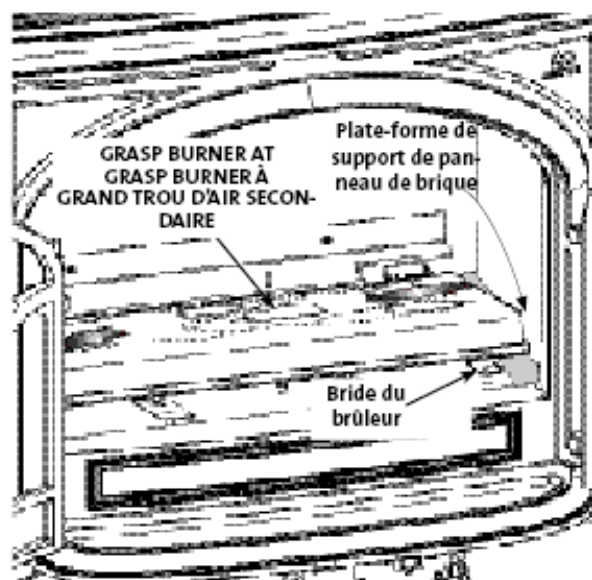

Figure 27. Tirez l'ensemble de brûleur vers l'avant, puis soulevez-le pour le retirer des orifices de brûleur.
5. Soulevez du plancher de la chambre de combustion les rebords d'appui des panneaux de brique, et retirez les 2 vis à métal #8 x 1/2 po retenant au plancher les brides du brûleur. Voir fig. 27 (ci-dessous) et fig. 56 (Item 10).
6. Saisissez le brûleur au grand trou d'air secondaire et tirez l'assemblage vers le haut et vers l'avant pour le désengager des injecteurs de brûleur. Inclinez l'assemblage pour que l'on s'adapte à travers l'ouverture de la porte. Voir fig. 27